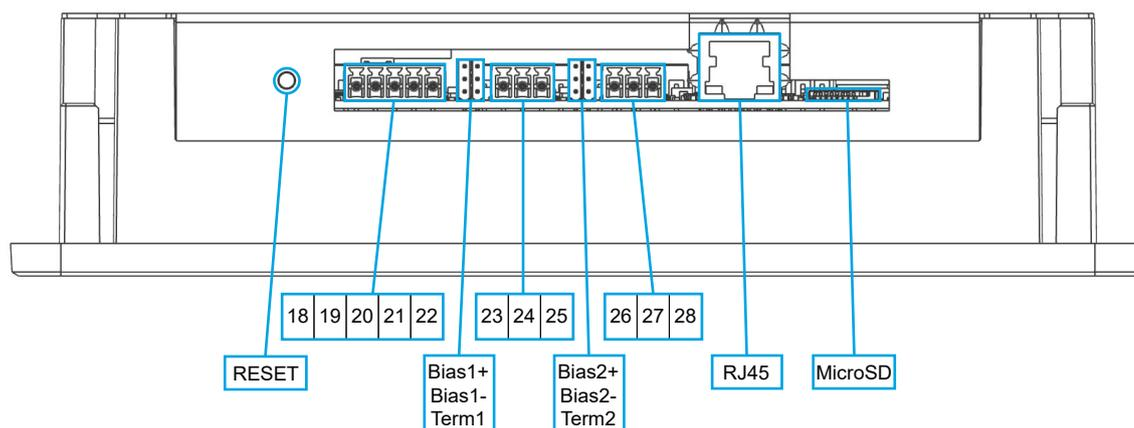

Figure 5
Le BlueLinQ Pro a un port RS232 qui est conçu pour la communication moderne et utilise le protocole Modbus RTU, voir Figure 5 et Tableau 2. Pin22 (RTS) correspond à la demande d'envoi, Pin21 (CTS) à la suppression de l'envoi, Pin20 (TX) à la transmission, Pin19 (RX) à la réception et Pin18 (V-) est la référence à la terre. Lors de la connexion, un toron individuel de taille adaptée doit être utilisé¹. Lors de l'utilisation dans un environnement électriquement bruyant, un câble blindé est recommandé. Le port supporte des débits binaires standard entre 300 et 230 400 et peut inclure un contrôle de parité.
Ce BlueLinQ Pro a deux port RS485 et utilise le protocole Modbus RTU, voir Figure 5 et Tableau 2. Pin23 et Pin24 sont les lignes de communication différentielles et Pin25 est utilisé pour le blindage de RS485_1. Pin26 et Pin27 sont les lignes de communication différentielles et Pin28 est utilisé pour le blindage de RS485_2. Utiliser une paire torsadée blindée à deux connecteurs avec un fil de taille appropriée¹.
Les terminaisons de communication, Term2 pour RS485_1 et Term3 pour RS485_2, sont occupées par défaut. Si l'unité est à une extrémité du réseau de communication, le cavalier doit alors être occupé, sinon il doit être enlevé, voir Figure 5.
Le BlueLinQ Pro prend en charge un port Ethernet sur une connexion RJ45 standard, voir Figure 5 et Tableau 2 ci-après. Dans les réglages, l'utilisateur peut sélectionner entre une adresse IP statique ou dynamique. Par défaut, le port Modbus TCP est 502.
Le BlueLinQ Pro a un emplacement pour une carte mémoire MicroSD de type éjecteur à déclenchement, voir Figure 5 et Tableau 2 ci-après. Il est principalement utilisé pour télécharger les données de configuration et mettre à jour le micrologiciel et les données.
Le bouton reset du BlueLinQ Pro est accessible par un petit trou, voir Figure 5 et Tableau 2 ci-après. Pour l'activer, placer un trombone redressé ou équivalent dans le trou et maintenir pendant 10 secondes, ceci restaurera la configuration d'usine par défaut de l'unité.